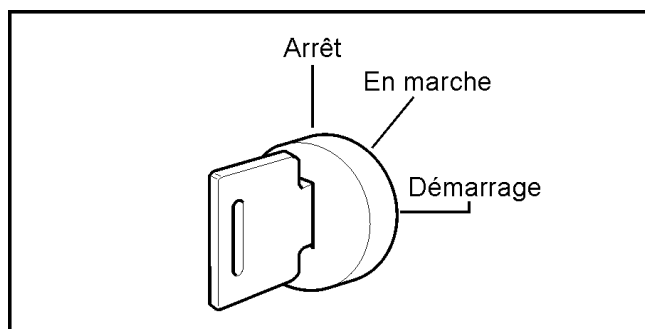

Figure 3-3. Contact d'allumage.
1. Mettre le levier de vitesse au point mort (N).
4. Tourner la clé jusqu'à la position « DÉMARRAGE ». (Voir figure 3-3).